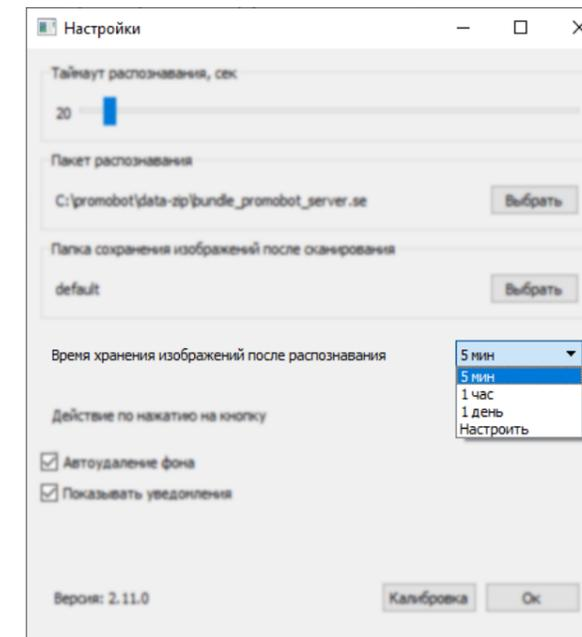
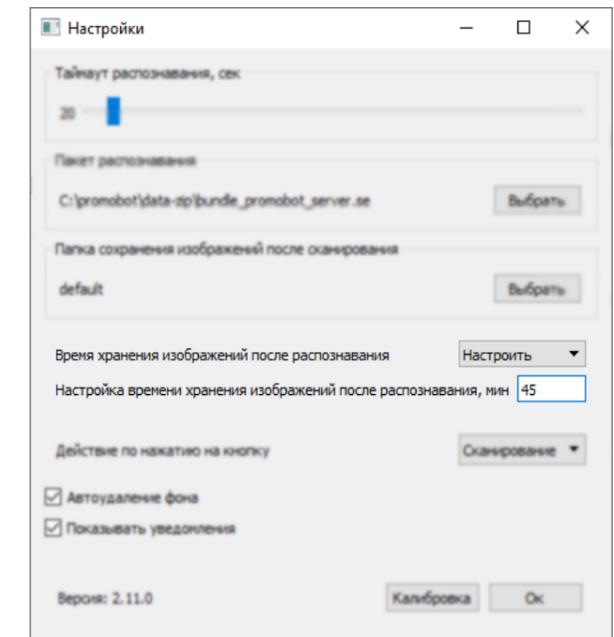

Рисунок 13. Меню настроек Promobot Scanner, список вариантов времени хранения изображений после распознавания
Рисунок 14. Меню настроек Promobot Scanner, настройка времени хранения изображений после распознавания
- **Время хранения изображений после распознавания** — Изображения после распознавания сохраняются в папке `Promobot Scanner Server/files/frames`. Вы можете выбрать время хранения изображений (рис. 13) из выпадающего списка (5 минут, 1 час, 1 день) либо ввести любое значение в минутах выбрав в списке вариант **Настроить** (рис. 14).